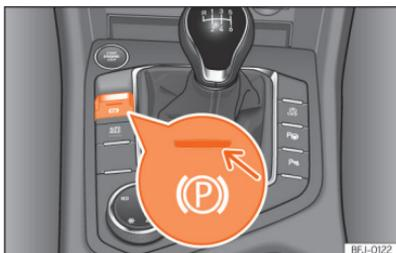

Abb. 154 Im unteren Bereich der Mittelkonsole: Taste für die elektronische Parkbremse.
- Ziehen Sie an der Taste  » (Abb. 154) und halten Sie sie in dieser Position.
- Drücken Sie die Taste  » (Abb. 154). Gleichzeitig kräftig das Bremspedal drücken, oder wenn der Motor angelassen ist, leicht das Gaspedal drücken.